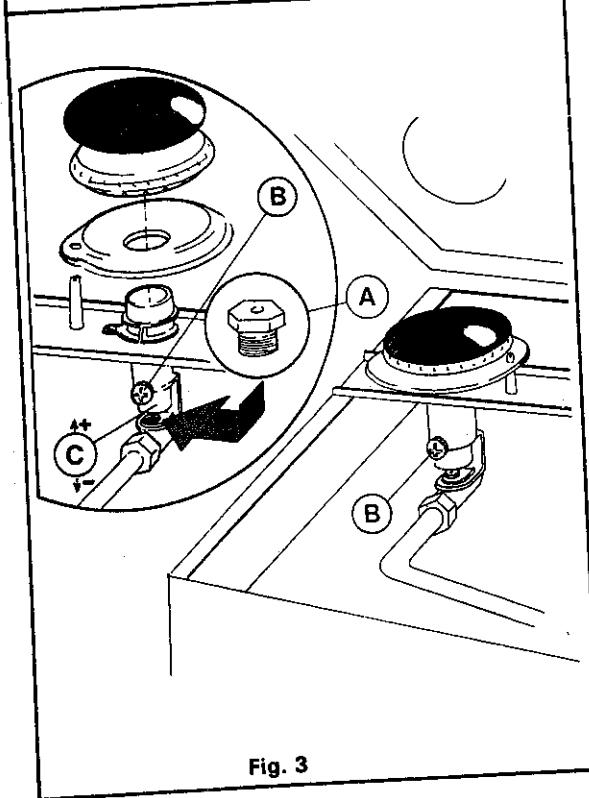

Fig. 3
- Dévisser les injecteurs et les remplacer par ceux qui correspondent au gaz utilisé (Fig. 3). Consulter le tableau n. 1.